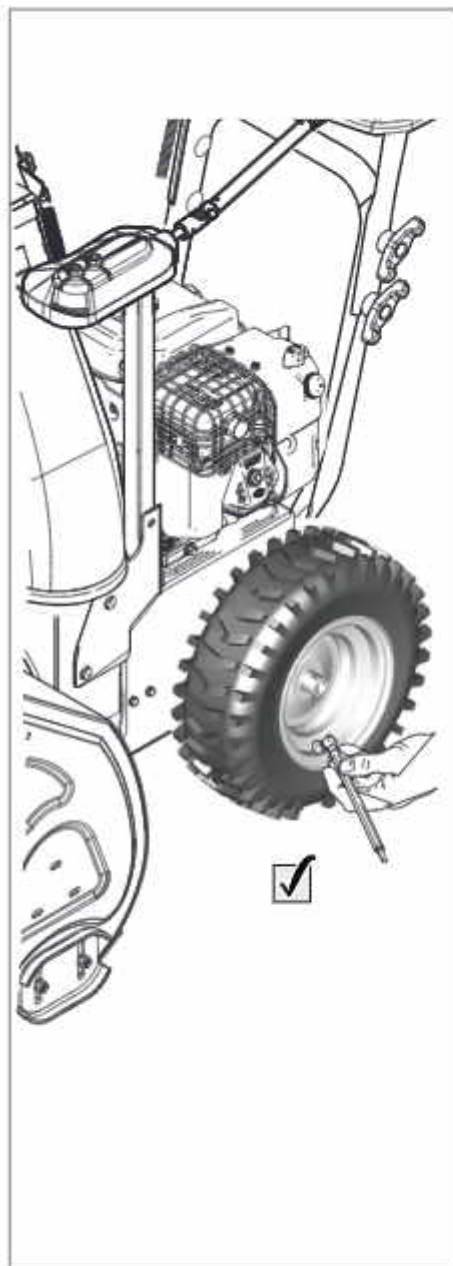

Рис. 13
2.7 Давление в шинах (рис. 13)